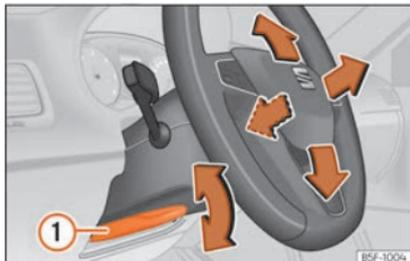

Abb. 24 Hebel auf der linken unteren Seite der Lenksäule.
• Lenkradposition einstellen: Ziehen Sie den Hebel » » **Abb. 24**  nach unten, bringen Sie